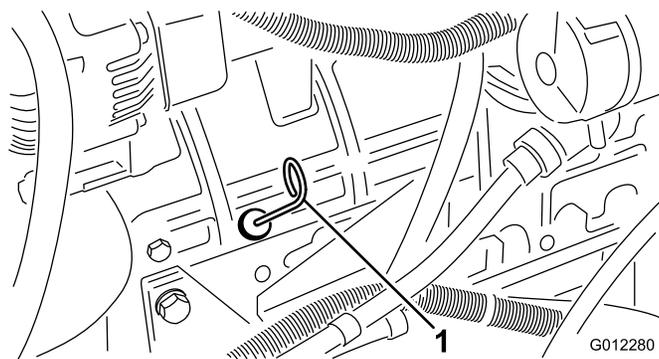

Figura 10
3. Retire a vareta, limpe-a e volte a colocá-la (Figura 10).